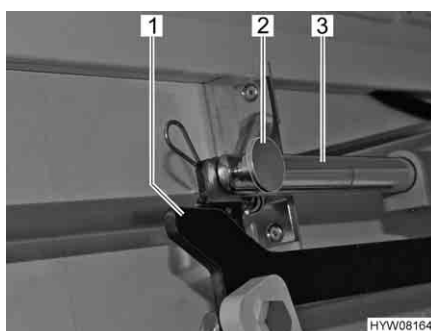

Fig. 105 Azionamento
- Rimuovere il collegamento (p. es. copiglia e bullone) (Fig. 105,2) tra la biella (Fig. 105,3) e la leva (Fig. 105,1).